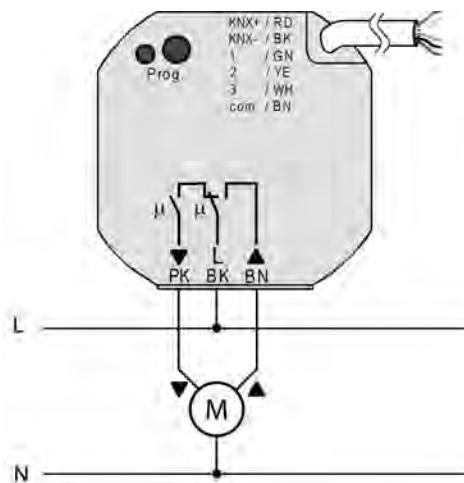

Bild 4: Anschluss der Netzspannung und der Last
- (4) Gerätetasse (z. B. Elektronik-Dose)
- (5) Trennwand
- (6) Serienschalter
- (7) potentialfreier Kontakt, z. B. Fensterkontakt
- Netzspannung und Jalousieantrieb mit Hilfe der beiliegenden Federsteckklemmen anschließen (Bild 4).